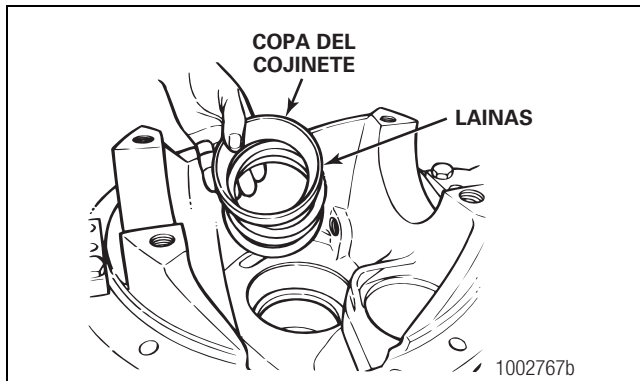

Figura 5.6
- B. Instale la cantidad correcta de suplementos en el hueco para la copa del cojinete interior del piñón de mando. Figura 5.6.
- C. Coloque la copa en el hueco. Figura 5.6.